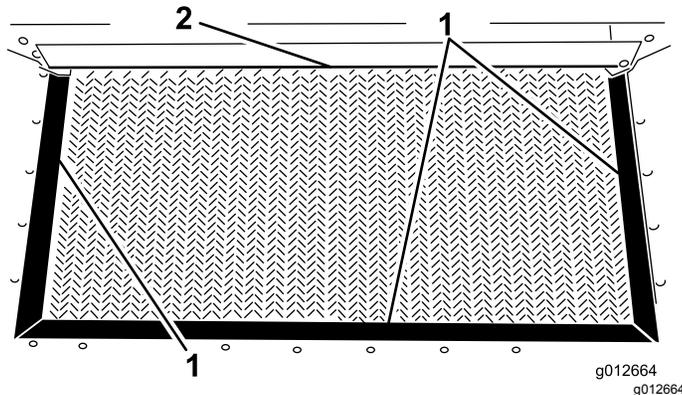

図 22
3. ホッパーのシール部分やゲートのエッジ部分の摩耗具合を点検する **図 22**。